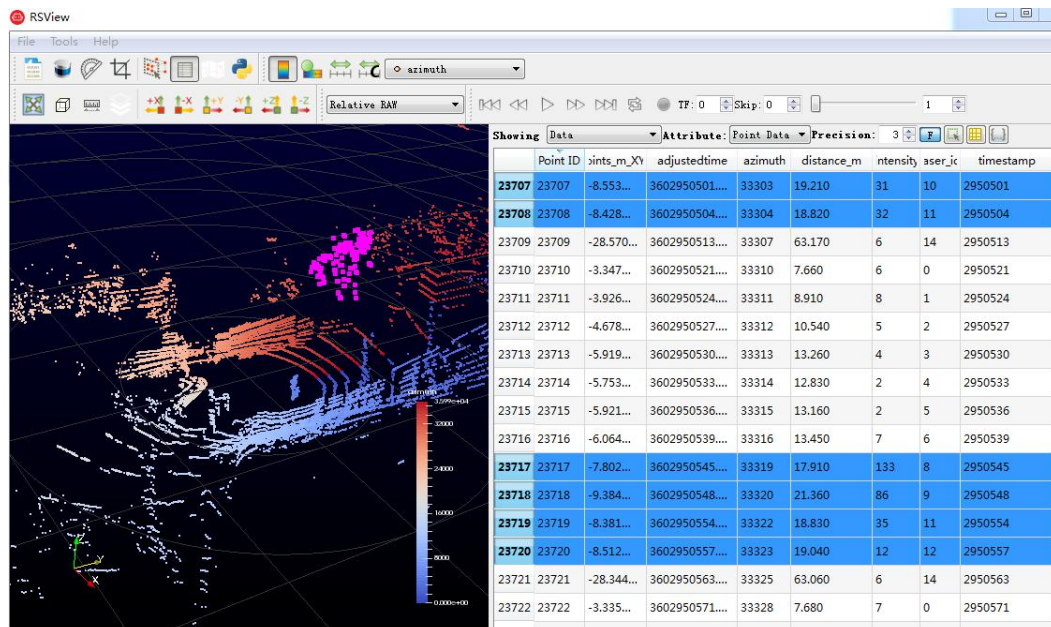

图 C-12 RSView List Selected Points
9. 在 3D 数据显示空间中，使用鼠标画一个长方形框住一些数据点，这些点的数据将会在 Spreadsheet 被选择，并且在图中会变成粉红色(图 C-12)。